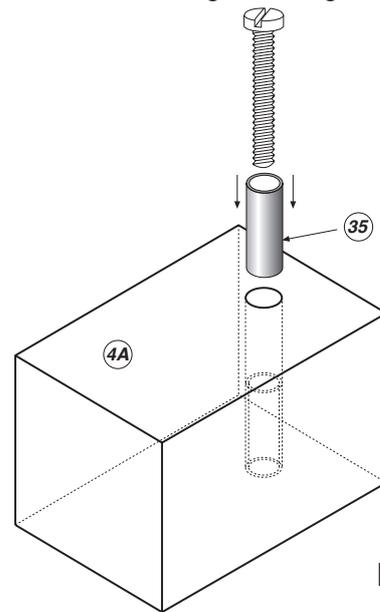

Fig.: 3
3.1.4 - Introducir en las perforaciones del soporte (4A) los casquillos (35) de $\varnothing 5/4$ x 15 mm. como se indica en la fig. 3.